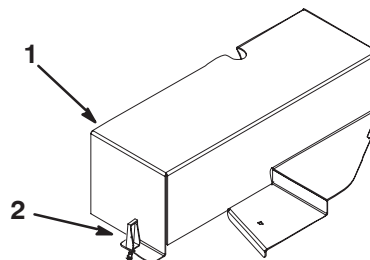

Bild 17
27. Setzen Sie die Riemenabdeckung ein und schließen Sie die Riegel (Bild 17).